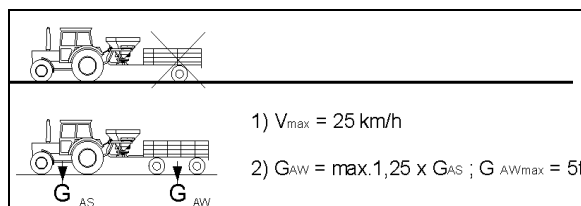

Рис. 46
6. Неподвижное заднее колесо (Рис. 46/1)
- o установите и застопорите пружинным зажимом (Рис. 46/2) в среднем отверстии или
При монтаже неподвижного колеса обратите внимание на то, чтобы палец (Рис. 46/3) вошел в отверстие рамы и, тем самым, удерживал колесо в продольном направлении.